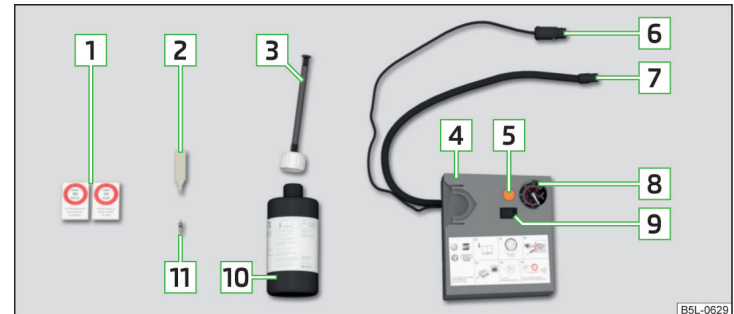

Abb. 164 Pannensetbeschreibung
- Den Ventileinsatzdreher **2** » **Abb. 164 auf Seite 149** auf den Ventileinsatz stecken, sodass der Ventileinsatz in den Schlitz des Ventileinsatzdrehers passt.
- Die Flasche **10** » **Abb. 164 auf Seite 149** einige Male kräftig hin und her schütteln.
- Den Reifenfüllschlauch **7** » **Abb. 164 auf Seite 149** fest auf das Reifenventil schrauben.
- Den entsprechenden Aufkleber **1** » **Abb. 164 auf Seite 149** auf die Schalttafel im Sichtfeld des Fahrers kleben.